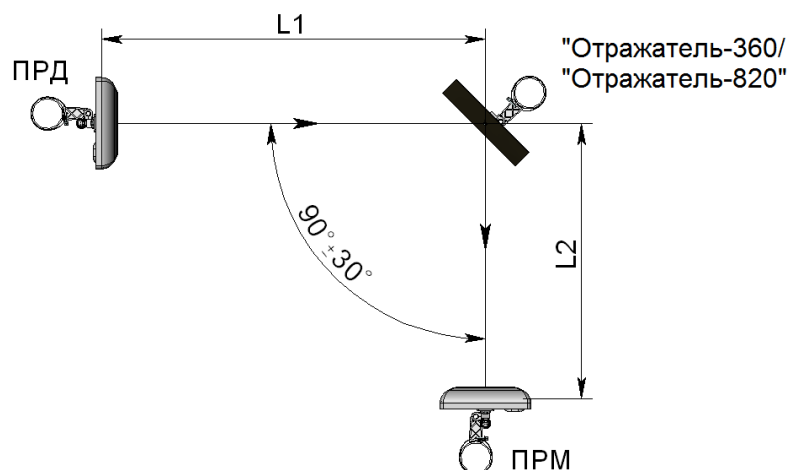

Рисунок 2.14 – Установка извещателей с применением отражателя «Отражатель-360» («Отражатель-820»)
2.3.9.2 При работе извещателей «ФОРТЕЗА-50», «ФОРТЕЗА-100», «ФОРТЕЗА-200» с «Отражателем-360» (см. рисунок 2.14) суммарная длина зоны обнаружения $L1+L2$ (где $L1$ – расстояние между блоком ПРД и отражателем, $L2$ – расстояние между отражателем и блоком ПРМ) не должна превышать: